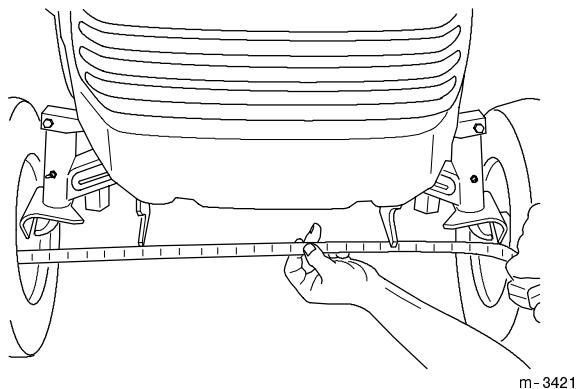

Abbildung 43
Die Beibehaltung der richtigen Vorspur am Vorderrad ist wichtig für die Sicherheit, die Funktion der Smart Turn-Steuerung und die einfache Bedienung. Wenn es zu ungleichmäßigem Reifenverschleiß, Reibung auf dem Rasen oder schwergängiger Lenkung kommt, kann eine Einstellung erforderlich sein. Die Vorspur alle 100 Betriebsstunden bzw. einmal pro Jahr kontrollieren, je nachdem, welcher Fall zuerst eintritt (Abb. 43).
4. Den Abstand zwischen den beiden Vorderreifen in Achszapfhöhe messen (vorne und hinten an den Rädern) (Abb. 43).